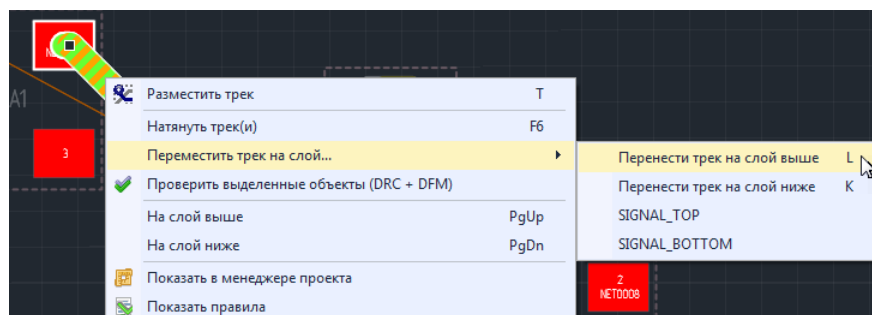

Рис. 184 Перенос трека (сегмента трека) на слой выше/ниже
2. В контекстном меню выбрать пункт «Переместить трек на слой...», см. Рис. 184.